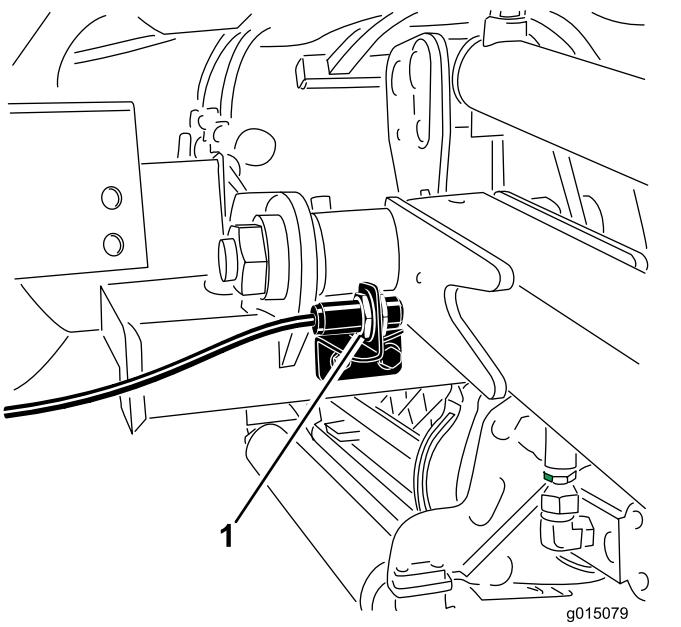

Figure 39
3. Desserrez les vis de fixation du commutateur (Figure 39) et élevez le commutateur pour augmenter la hauteur du changement de direction des bras de relevage ou abaissez-le pour réduire la hauteur du changement de direction. Serrez les vis de fixation.
2. Le commutateur des bras de relevage se trouve derrière le bras de relevage avant droit (Figure 39).